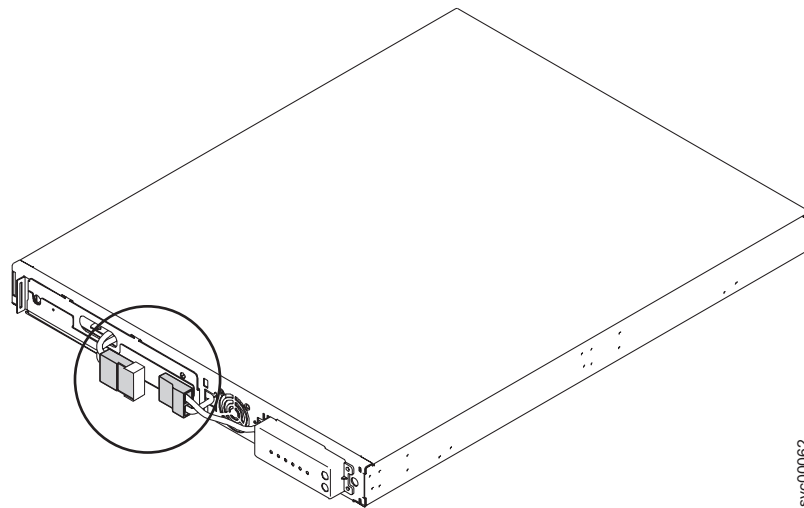

図 208. 保護テープ付きの 2145 UPS-1U 内部バッテリー・コネクタ
6. 保護テープを内部バッテリー・コネクタ (図 208 の円内) から除去します。